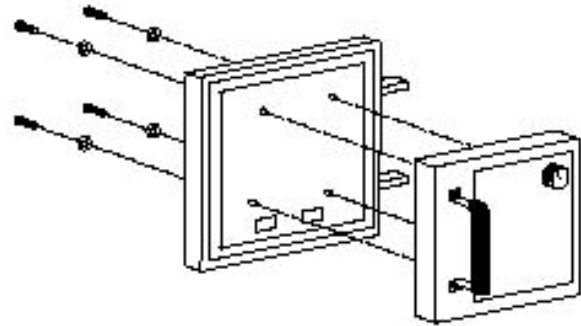

Fig. 9
2. Assembler la poignée du panneau de chargement comme illustré à la figure 9. Installer le thermostat assemblé et le couvercle (avec la poignée) comme illustré à la figure 9.
3. Aligner le bouton de commande du thermostat avec l'encoche plate sur la tige de contrôle du thermostat et pousser en place. (Voir la figure 9)